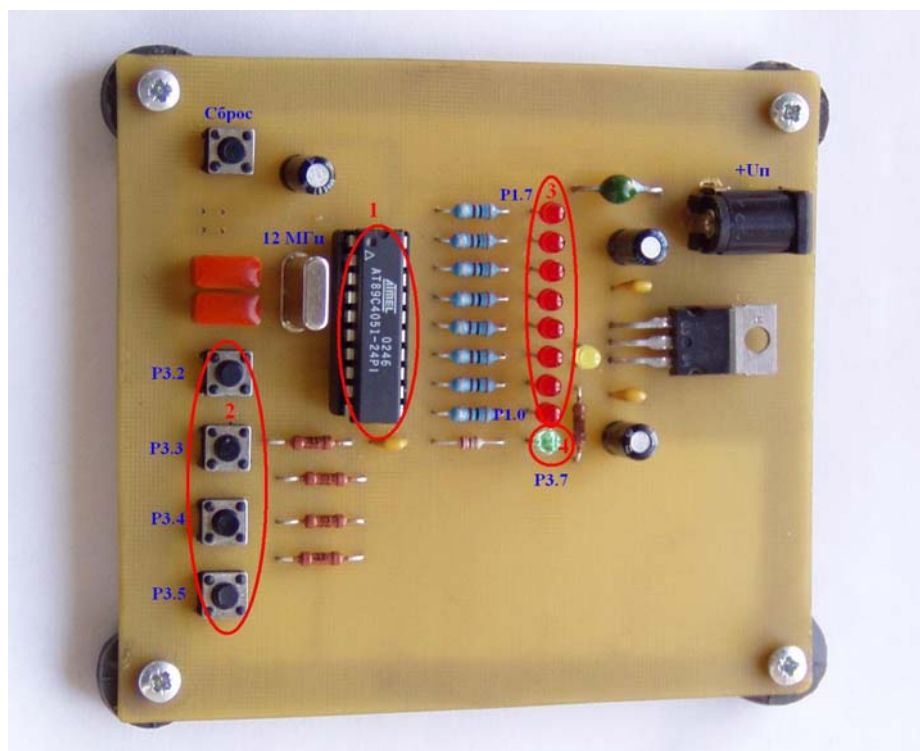

Рис.9 Макетная плата.
Макетная плата (рис. 9) используется для тестирования написанной программы и реализации конечного устройства.
6. Написать программу «Бегущие огни». Программа «Бегущие огни» должна выводить световые эффекты (не менее 16) с помощью красных светодиодов (см. рис. 9). Эффекты переключаются двумя кнопками. При достижении максимального или минимального номера эффекта на 0.5с. должен загореться зеленый светодиод. Другая пара кнопок должна регулировать скорость (не менее 16 скоростей) смены кадров в эффектах. При достижении минимальной или максимальной скорости должен загореться зеленый светодиод на 1с.